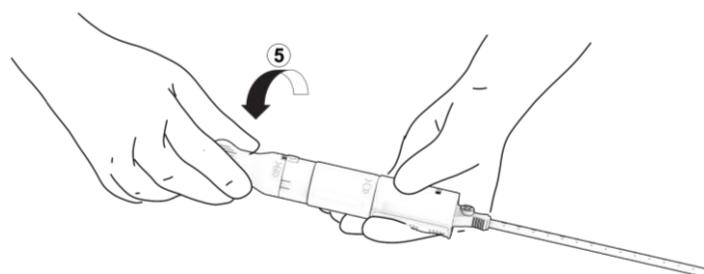

Figur 15. Frigjør kamerålåsen.
- Finn kamerålåsen (merket «4») og trykk den grønne knappen helt ned. Figur 15. Sikre at den er trykkt helt ned før du fortsetter til trinn 5.